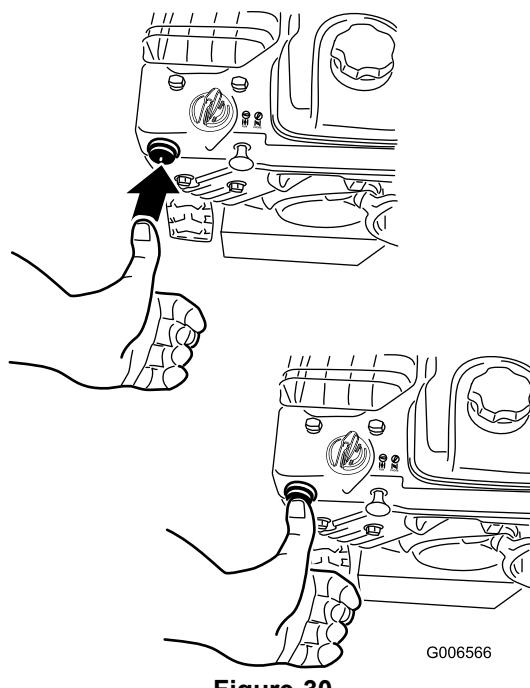

Figure 30
4. Appuyez fermement à 2 reprises sur l'amorceur avec le pouce (à partir de -9 °C [15 °F]) ou à 4 reprises (en dessous de -9°C [15°F]), en marquant une pause d'une seconde chaque fois (Figure 30).